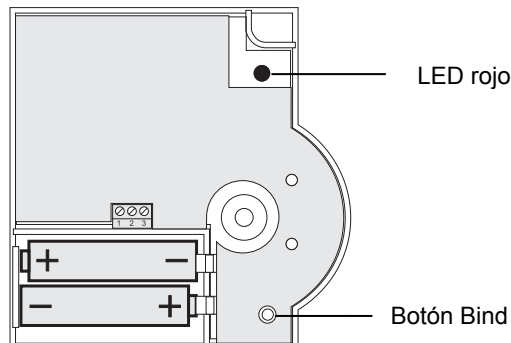

Figura 2: Polaridad de las pilas y botón Bind
- ▶ Ponga las pilas Mignon incluidas con la polaridad correcta (véase Figura 2). Si en el HCW 82/HCF 82 el LED rojo parpadea, deberán sustituirse las pilas (véase "Cambio de pilas", página 22).